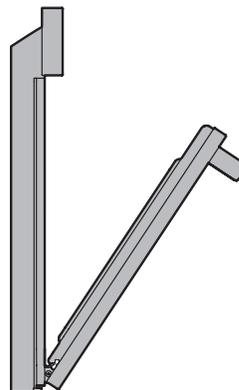

Figure 23: Position de retrait
3. Saisissez la porte par les côtés et fermez-la jusqu'à ce qu'elle s'arrête en position partiellement ouverte sur la languette de verrouillage (figure 23).
2. Tenez la porte du four sous le même angle que la position de retrait (figure 23). Insérez avec précaution les leviers de charnière dans le cadre du four jusqu'à ce que vous sentiez que les leviers sont en place dans les encoches de charnière. Les leviers de la charnière doivent être complètement enfoncés dans les encoches avant que la porte du four puisse être complètement ouverte.